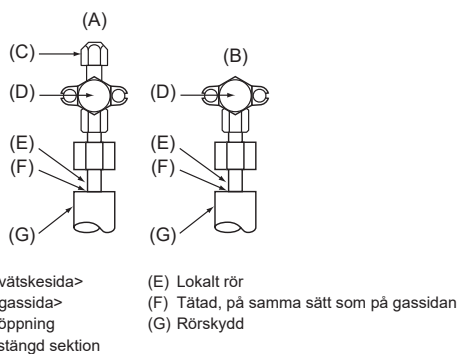

Fig. 4-4
4.4. Provmetod för att kontrollera om köldmedelsrören är lufttäta (Fig. 4-4)